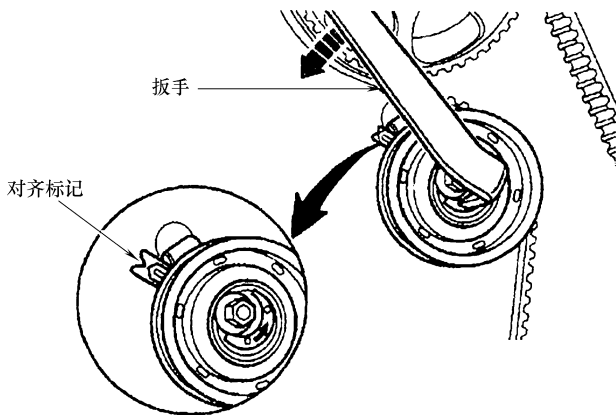

图 2-16 释放/调节正时带张紧力
9) 松开正时带张紧器螺母, 将张紧器从正时带上旋下, 释放/调节正时带张紧力以拆卸正时带, 如图 2-16 所示。
5) 逆时针转动张紧器轮, 使张紧器箭头对齐气缸盖缺口, 见图 2-16。